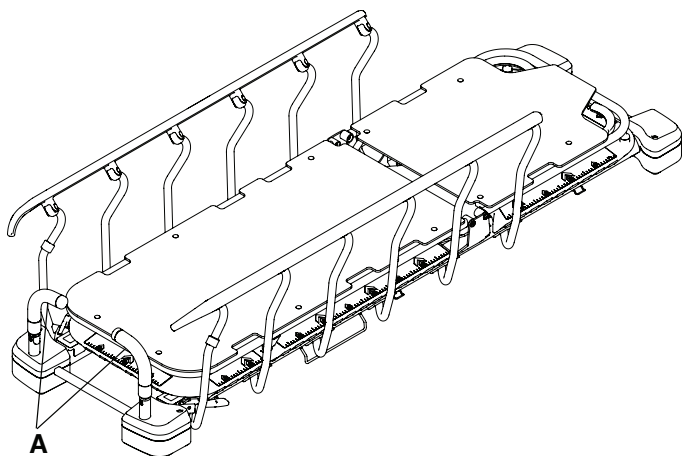

Abbildung 8 – Positionieren der Fußende-Schiebegriffe
1. Die Fußende-Schiebegriffe (A) einzeln gerade nach oben ziehen (Abbildung 8).
2. Die Fußende-Schiebegriffe (A) in die Gebrauchsposition schwenken.